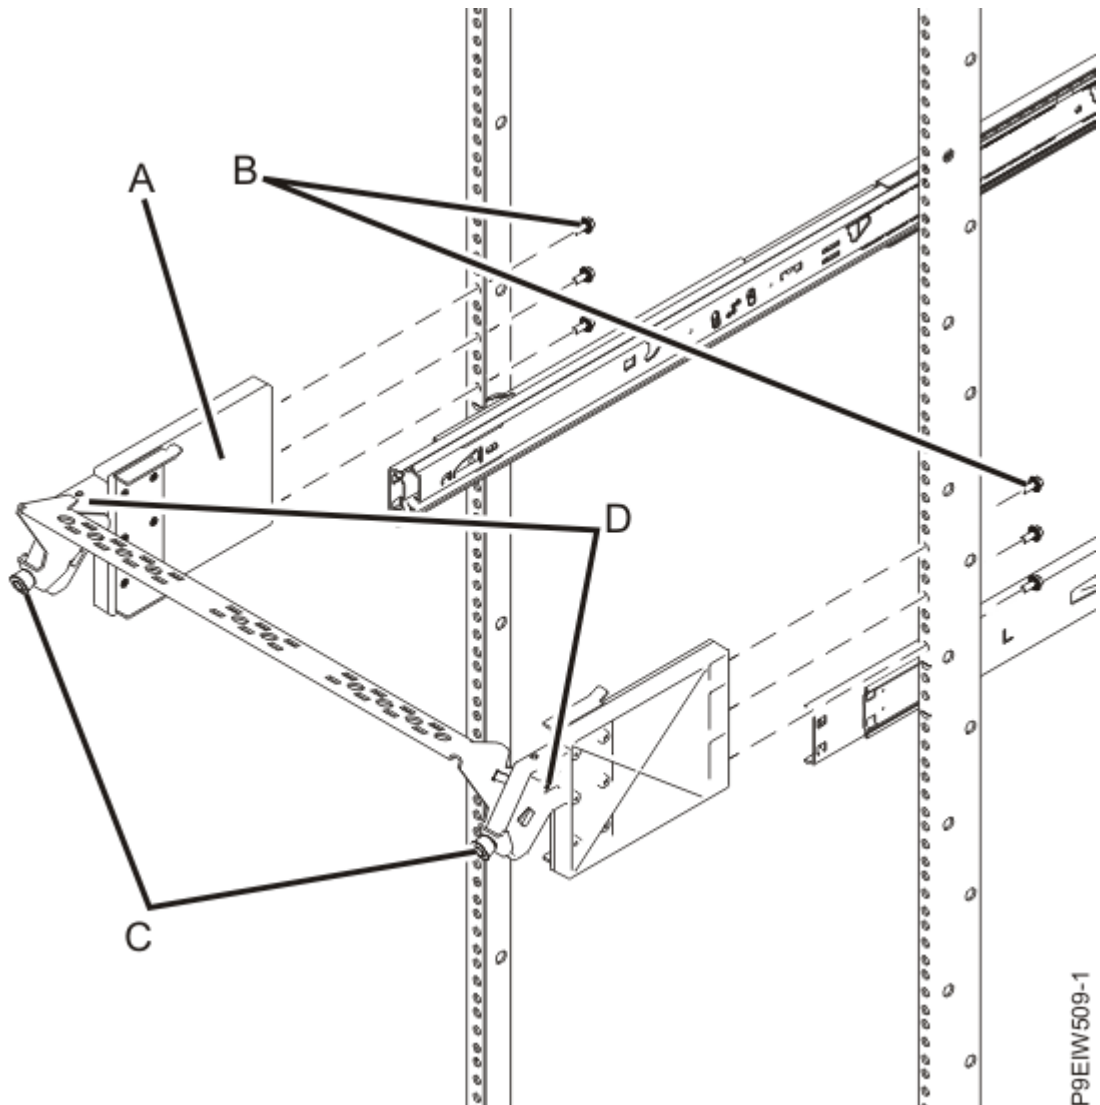

Abbildung 14. Kabelführungshalterung am Rack anbringen
3. Montieren Sie die Kabelführungshalterung, indem Sie die Kabelführungsschiene mit zwei M3-Schrauben (**D**) an den Kabelführungshalterungen anbringen (siehe Abbildung 14 auf Seite 17).
- b. Installieren Sie von der Innenseite des Racks drei Schrauben (**B**) durch die Rackflansche in der Kabelführungshalterung (**A**) (siehe Abbildung 14 auf Seite 17).
5. Passen Sie die Kabelführungshalterung anforderungsgemäß an, indem Sie an den Rändelschrauben (**C**) ziehen und die Halterung neigen (siehe Abbildung 14 auf Seite 17).